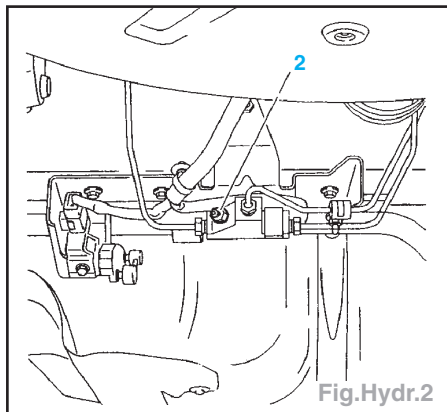

Fig.Hydr.2
- Suspension AR : dévisser la vis de détente (2) d'un tour et attendre la chute complète de la pression dans le circuit hydraulique (Fig.Hydr. 2).